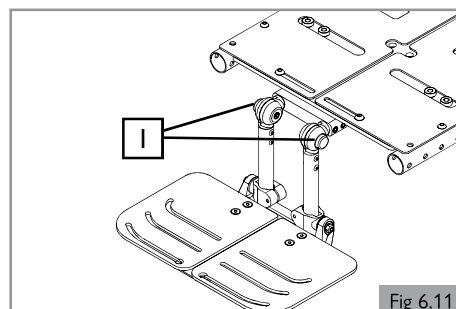

Fig 6.11
- b. Pour abaisser le repose-jambes, en étant assis dans le fauteuil, soulevez-le légèrement, puis appuyez sur le levier de dégagement (H) et abaissez le repose-jambes à la position souhaitée.
6.7 Repose-pieds central à angle réglable (option) (Fig. 6.11)